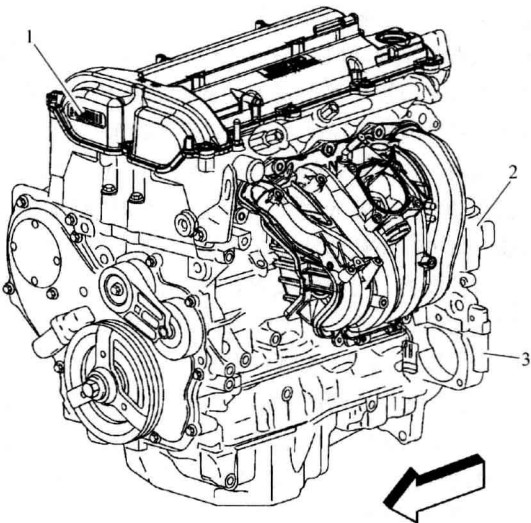

图 2-5 2.0L（LTD）/2.0T（LDK）/ 2.4L（LE5）发动机识别号
2) 2.0L（LTD）/2.0T（LDK）/2.4L（LE5）发动机号。如图 2-5 所示，2.0L（LTD）/2.4L（LE5）发动机识别可通过发动机前盖 1 上的“传播码”标签和蚀刻在以下两处位置之一的部分车辆识别号实现。
- ① 主要位置：起动机法兰 3 上。
- ② 次要位置：机油滤清器碗 2。